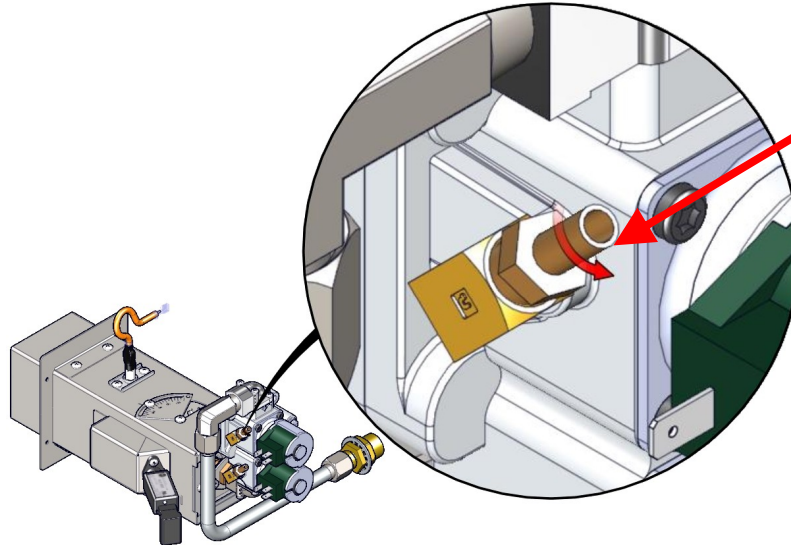

Figure 1
- Desserrer la vis 1 tour comptoir plein dans le sens horaire (Figure 1)